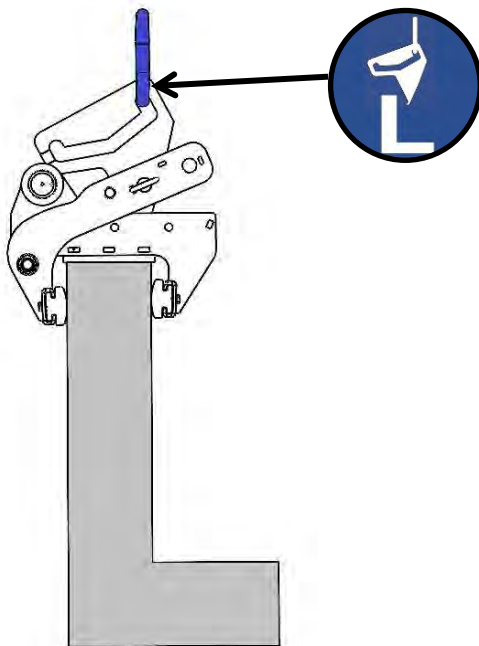

Fig. 1
Pour modifier la zone de préhension, il faut d'abord retirer la goupille (1), puis l'axe (2) (→ Fig. 1).
La plupart des éléments de préhension (briques en L) dont le centre de gravité est excentré peuvent être déplacés verticalement à l'aide de l'appareil (WEZ) (→ fig. 1). Il existe cependant des éléments dont le centre de gravité est extrêmement excentré et qui **ne peuvent pas être réglés par l'équilibrage du centre de gravité.**